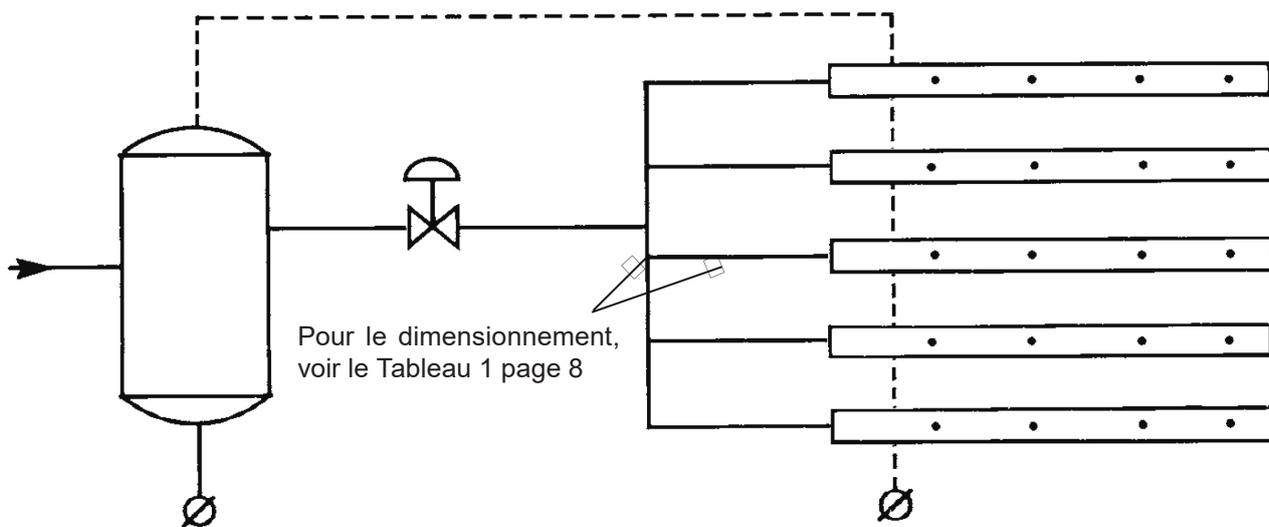

Fig. 11 - Installation multi-rampes si les rampes sont d'une longueur suffisante et si un seul purgeur est approprié.
3.3.8 Les Figures 11, 12 et 13 page 13 donnent des recommandations pour les tuyauteries d'alimentation vapeur, de condensat et les installations des systèmes multi-rampes horizontales et verticales.